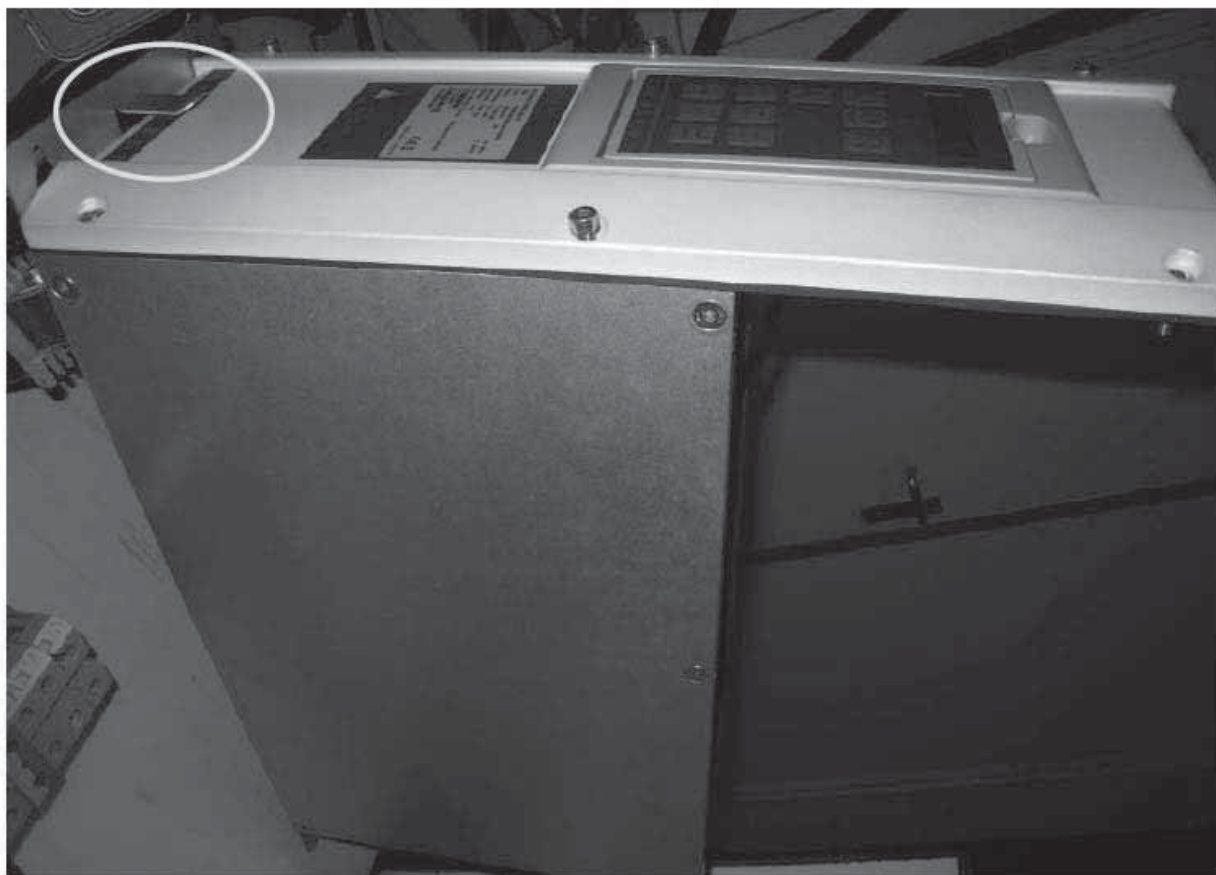

Рис.3 Размещение передней крышки преобразователей частоты серии VFX48-... при выполнении электромонтажных работ.
- Переднюю крышку положите сверху ПЧ (в корпусе предусмотрен специальный фиксатор), как показано на рис. 3.